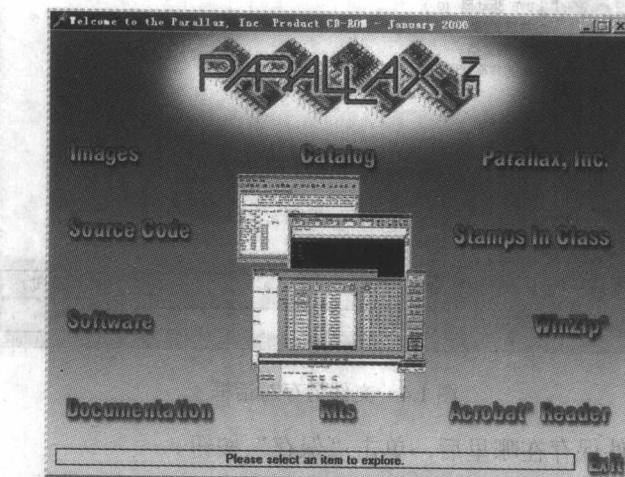

图 1.7 Parallax 光盘浏览器界面
- 把产品光盘放入计算机光驱中。光盘浏览器被称为“Welcome”应用程序，如图 1.7 所示，把光盘放入计算机光驱中就可自动运行。
- 单击“Software”链接，如图 1.7 所示。